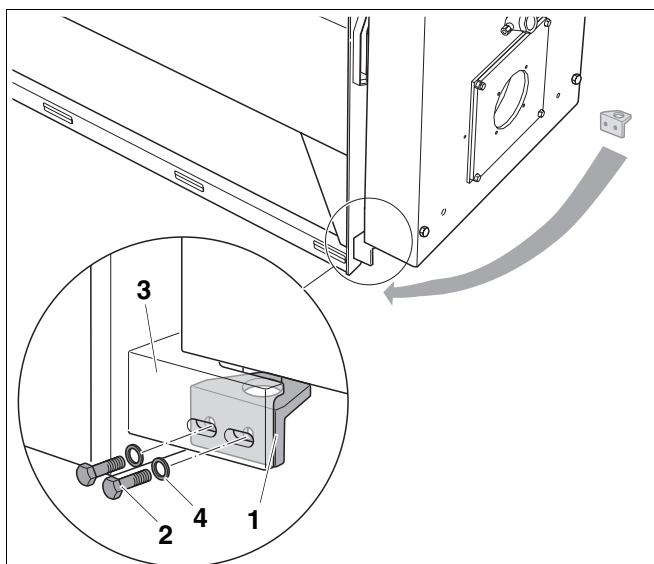

Рис. 12 Замена шарнира дверцы
- Выкрутить 2 болта (рис. 12, поз. 2) с шайбами (рис. 12, поз. 4) из правого нижнего шарнира.
- Надеть опорный уголок внизу (рис. 12, поз. 1) с противоположной стороны на ось шарнира и закрепить двумя болтами (рис. 12, поз. 2) с шайбами (рис. 12, поз. 4) к несущему уголку дверцы (рис. 12, поз. 3).